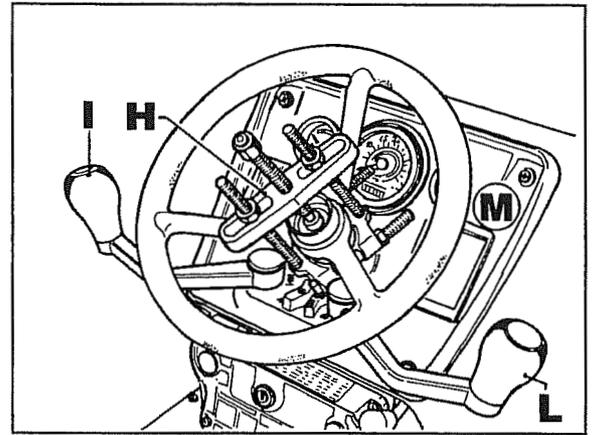

Fig. 57
- a. Con el empleo de un extractor **H** del tipo ilustrado en la fig.57, quitar el volante.
- b. Quitar la palanca de mando reductor **L**, quitar el salpicadero **M** (fig.57).